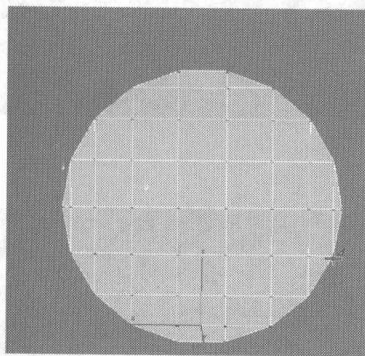

图 7.224
- 02** 在正视图图中，单击右键，在弹出的快捷菜单中选择 Cut 命令，在圆柱体的表面上切出细分曲线，如图 7.224 所示。然后选择另一半的面，按 Delete 键删除，如图 7.225 所示。